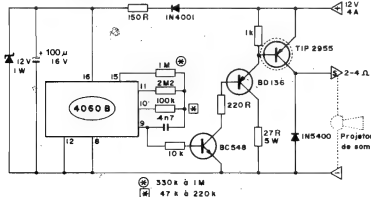

Fig.1
- FIG. 1 - O CIRCUITO - O diagrama esquemático do circuito encontra-se na fig. 1, em toda a sua simplicidade... Na verdade, "tudo" (ou quase...) é feito por um único e comum Integrado da "família" digital C.MOS, tipo 4060, cuja extrema versatilidade aplicativa permitiu a grande simplificação do circuito! Esse Integrado contém uma grande "fila" de contadores (divisores por 2) internos, capazes de progressivamente dividir uma Frequência básica aplicada como clock... Além disso, o dito Integrado contém um conjunto de *gates* "extras", disponíveis via pinos 9-10-11 através dos quais (com o auxílio externo único de alguns resistores e um capacitor) pode ser elaborado um clock anexo, proporcionando assim grande economia de componentes! O dito clock básico, no circuito da PODIDA, é determinado pelos valores dos resistores de 100K e 2M2, juntamente com o capacitor de 4n7, através